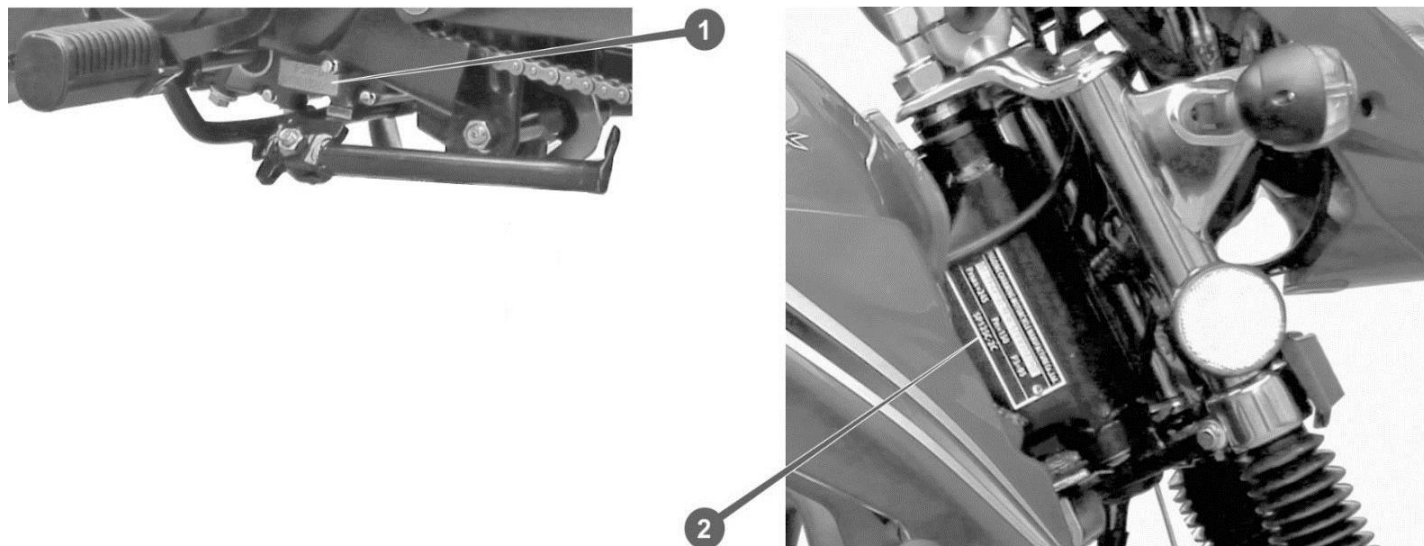

Рисунок 3.7. Ідентифікаційні дані
1. Перед запуском двигуна вставте ключ у замок запалювання, поверніть його в положення «ON» (див. рис. 3.7..) і переконайтеся, що у коробці передач ввімкнена НЕЙТРАЛЬ на індикаторі передач на панелі приладів (див. рис. 3.2.2.) світиться символ «N»; важіль управління повітряною заслінкою карбюратора (див. рис. 6 поз. 4) встановлений у середнє положення. Паливний кран (див. рис. 3.3. поз. 1.) «відкрито».